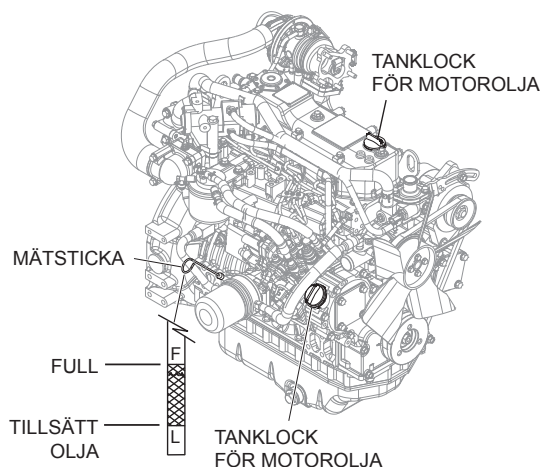

Bild 7. Kontroll och påfyllning av motorolja
2. Dra ur oljemätsticken ur dess hållare, (Bild 7).